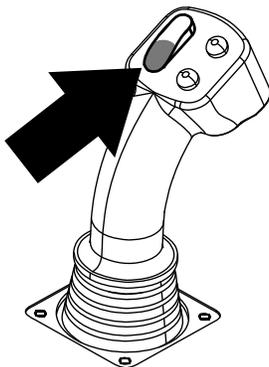

Figura 8
- Mantenga pulsada la sección inferior del interruptor basculante (Figura 8) hasta que el elevador baje, el conjunto de leva gire hacia el puesto del operador, y los brazos se extiendan completamente (Figura 9).